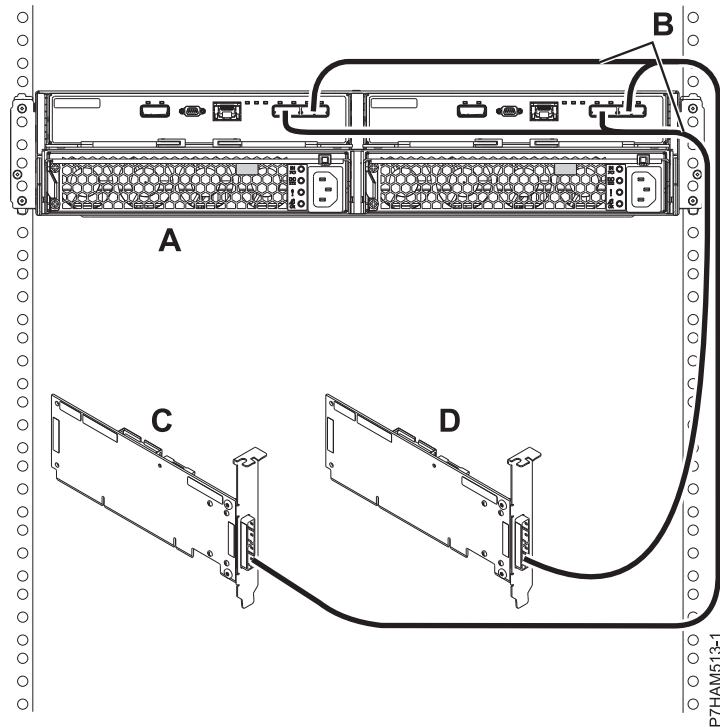

図 41. 2 つの独立 SAS アダプターへの YO ケーブルを使用した、1 台の 5887 ディスク・ドライブ・エンクロージャのモード 2 接続
15. 92 ページの図 41 に示すように、2 つの独立 SAS アダプターへの YO ケーブル (B) を使用した、1 台の 5887 ディスク・ドライブ・エンクロージャー (A) のモード 2 接続を行います。